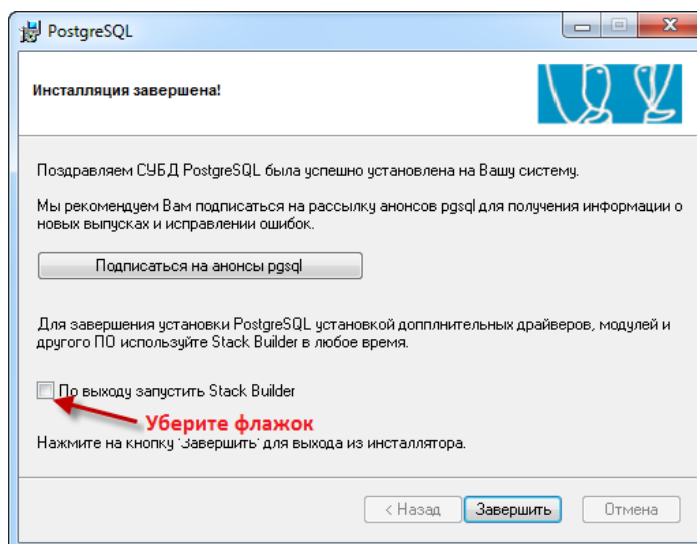

Рис. 3.7. Завершение установки СУБД PostgreSQL
14. В окне *Готово к установке* нажмите кнопку *Далее* для завершения установки. В окне *Инсталляция завершена* уберите флажок *По выходу запустить StackBuilder* и нажмите кнопку *Завершить* (рис. 3.7). Установка завершена.